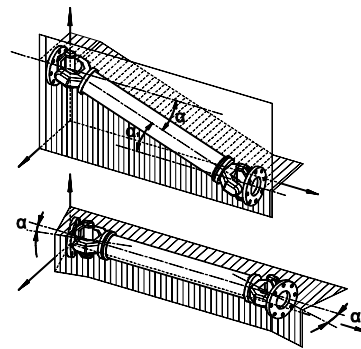

Рис. 4.5
- Для обеспечения равномерного движения ведомого вала необходимо, чтобы были выполнены следующие условия (см. Рис. 4.5):